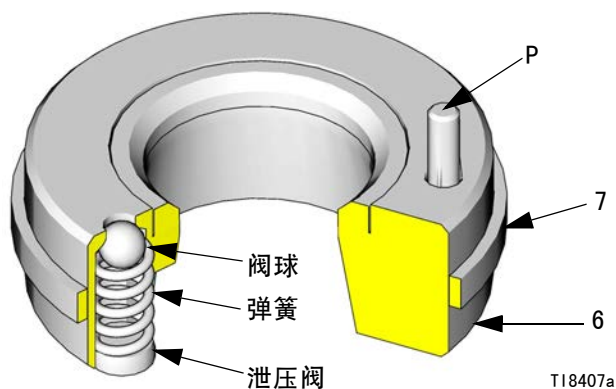

图 6. 配备泄压阀的入口阀座
4. 入口泄压阀座 (6) 必须安装在入口罩 (15)，如图 4 和图 5 所示。(可将入口罩上的浇注文字作为泄压阀座的正确定位标志。) 阀座上的销 (P) 必须伸入外套。该销针限定了阀座的位置，确保通气孔不被外套的任何部位堵住。参见图 6。